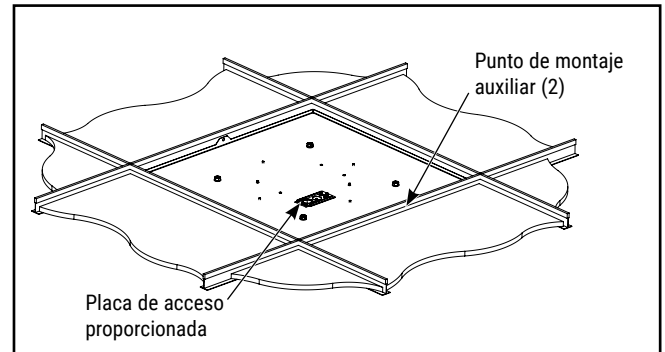

Figura 3.
3. Asegúrese de que el suministro eléctrico NO esté energizado, luego realice las conexiones de suministro en la placa de acceso proporcionada en la placa de montaje del techo en la parte superior de la luminaria. (Ver Figura 3)
4. Se proporcionan puntos de montaje auxiliares adicionales. Se pueden emplear cadenas, cables, alambres rígidos, etc. para la estructura de soporte por encima de la luminaria. (Ver Figura 3)